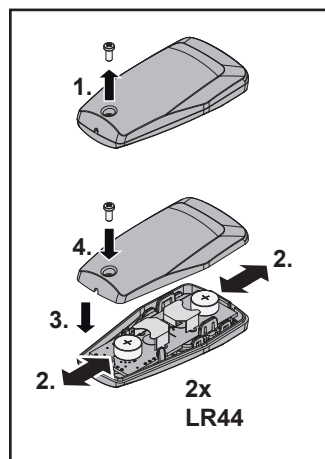

Fig. 2
4.1 Introduction / Changement de la pile (fig. 2)